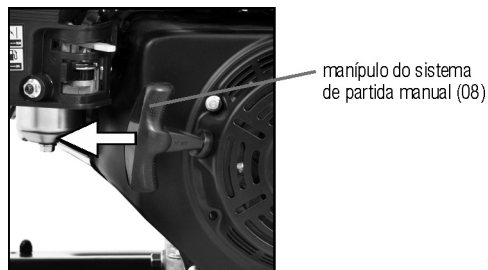

Fig. 22 – Manípulo do sistema de partida
- h. Puxe o manípulo de partida (fig. 22) até sentir uma resistência e, em seguida, puxe-o fortemente para dar a partida no motor.